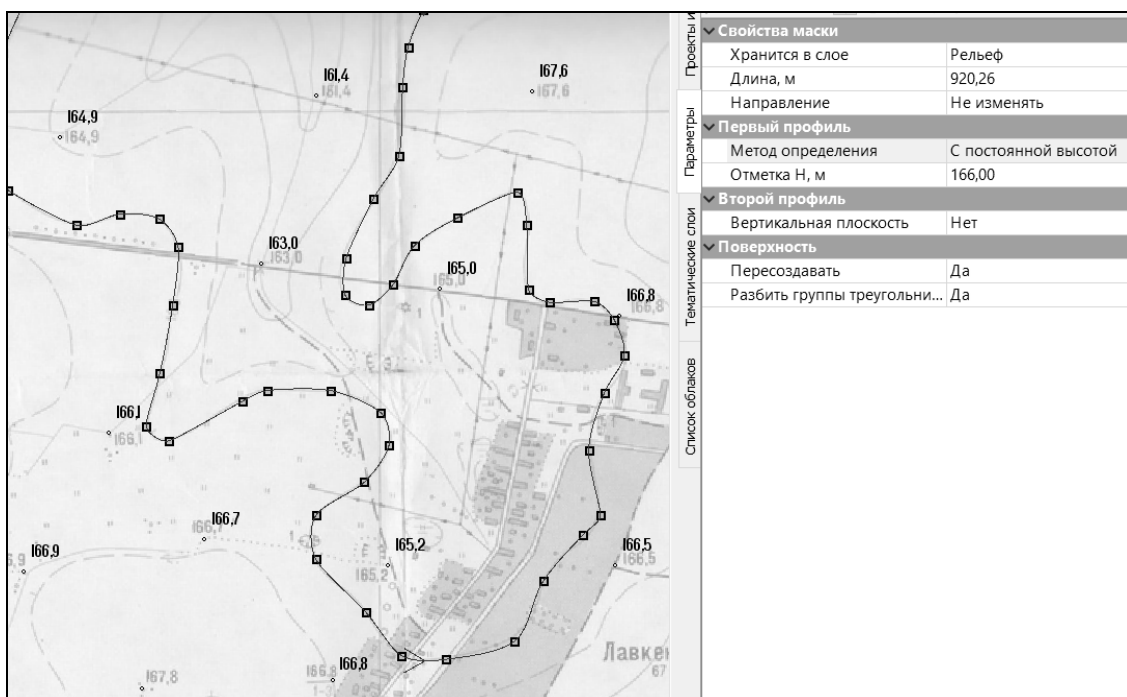

Рис. 2.5. Оцифровка горизонталей
2. Выберите команду ПОВЕРХНОСТЬ – СТРУКТУРНАЯ ЛИНИЯ – СПЛАЙНАМИ ПО ТОЧКАМ. Курсором в УКАЗАНИИ ТОЧКИ начните указывать точки, лежащие на горизонтали. Для завершения построения переведите курсор в режим ЗАХВАТ ТОЧКИ и укажите последнюю построенную точку (рис. 2.5).
3. В окне параметров укажите МЕТОД ОПРЕДЕЛЕНИЯ – С ПОСТОЯННОЙ ВЫСОТОЙ, в строке ОТМЕТКА Н – высоту горизонтали, согласно растру. Примените выполненное построение (см. рис. 2.5).